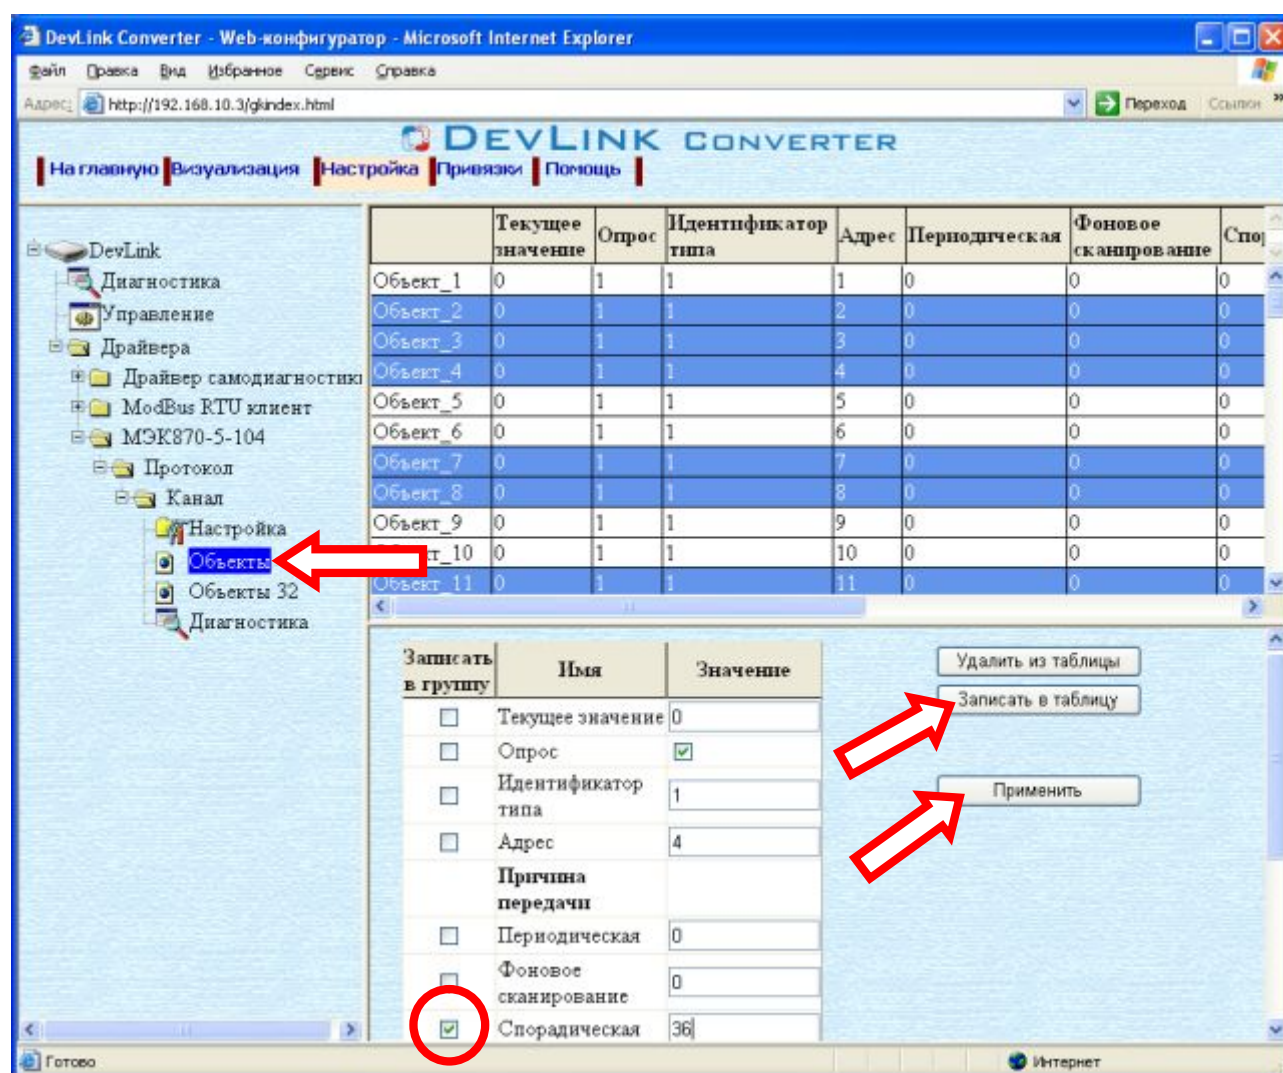

Рисунок 3.5 - Настройка объекта информации
- Выберите в дереве лист «Объекты» (рисунок 3.5)